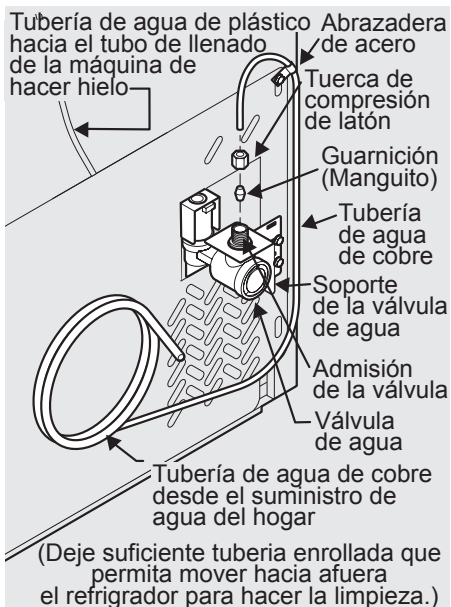

Figura 1
- 4 Si utiliza tubos de cobre, deslice la tuerca de compresión metálica, seguida del casquillo (manguito), en la tubería de suministro de agua. Encaje la tubería de suministro de agua en el grifo (6,4 mm). Deslice el casquillo (manguito) en la toma del grifo y apriete la tuerca de compresión en el grifo de forma manual. Luego utilice una llave para darle otra media vuelta, pero SIN apretarla en exceso. Consulte la Figura 1.